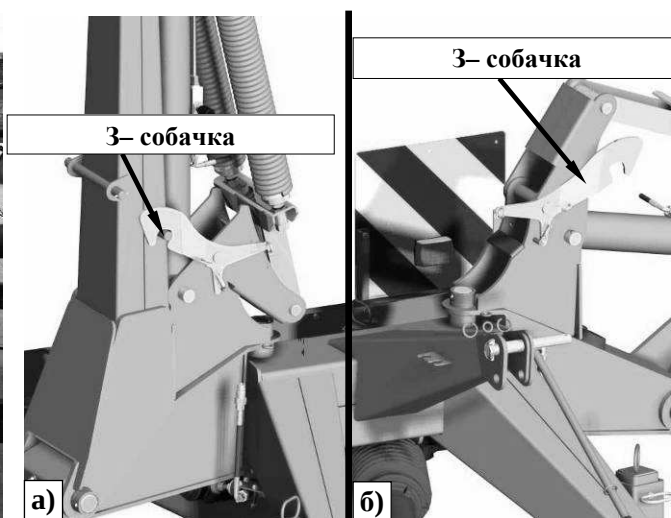

Рис. 15. Позиции собачки
- при помощи гидроподъемников поднять режущий брус в вертикальную позицию и закрыть собачки **З** (**Рис. 15**),
- ❑ натянуть трос таким образом, чтобы разъединить собачку **3** (**Рис. 15**) от защелки и запуская клапан внешней гидравлики трактора установить брус с режущим блоком при помощи гидродвигателя в горизонтальное положение,